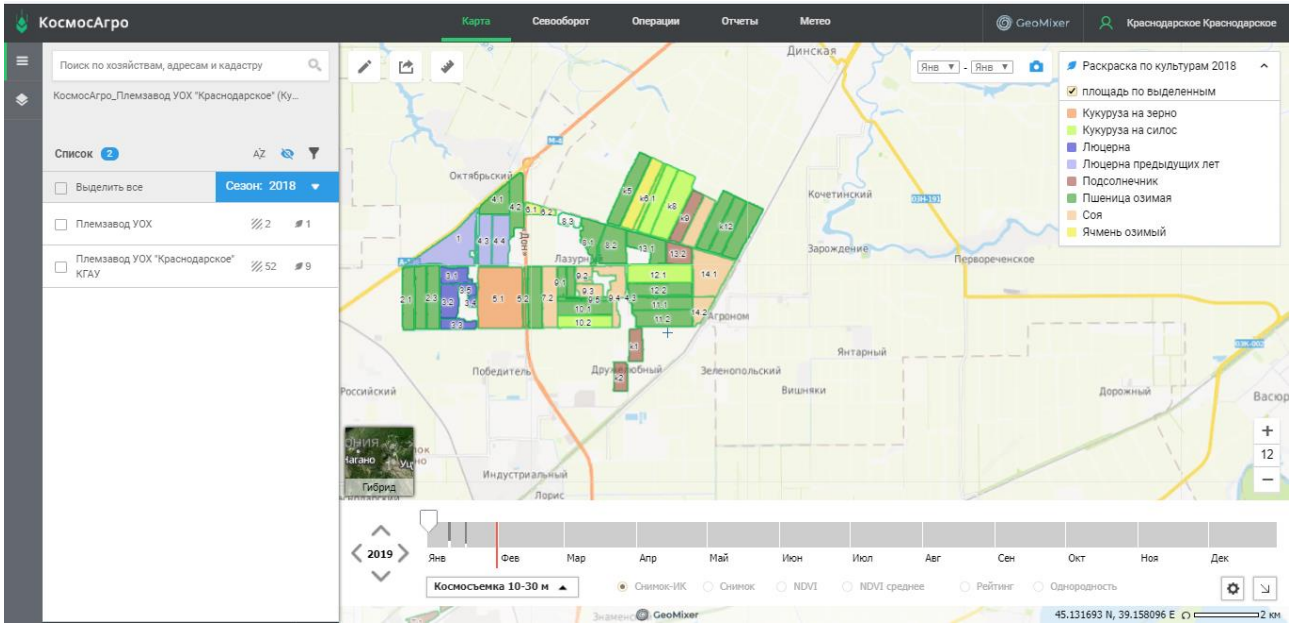

Рисунок 8.17 – Раскраска по культурам 2018
12. Откройте вкладку **Раскраска по культурам 2018**  и поставьте галочку **площадь по выделенным** (рисунок 8.17).